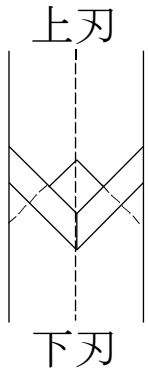

図6
- 刃を取り付けた後、図6のように上刃と下刃がずれていない事を確認して下さい。
“カッターブロック”と“ヤトイ”が平行になっていた場合、又は、上記の事を行ってもずれている場合は、CのネジとBのネジを緩め、図6のように、刃を閉じた状態で上刃と下刃がずれないようにして、Bのネジを締めて下さい。